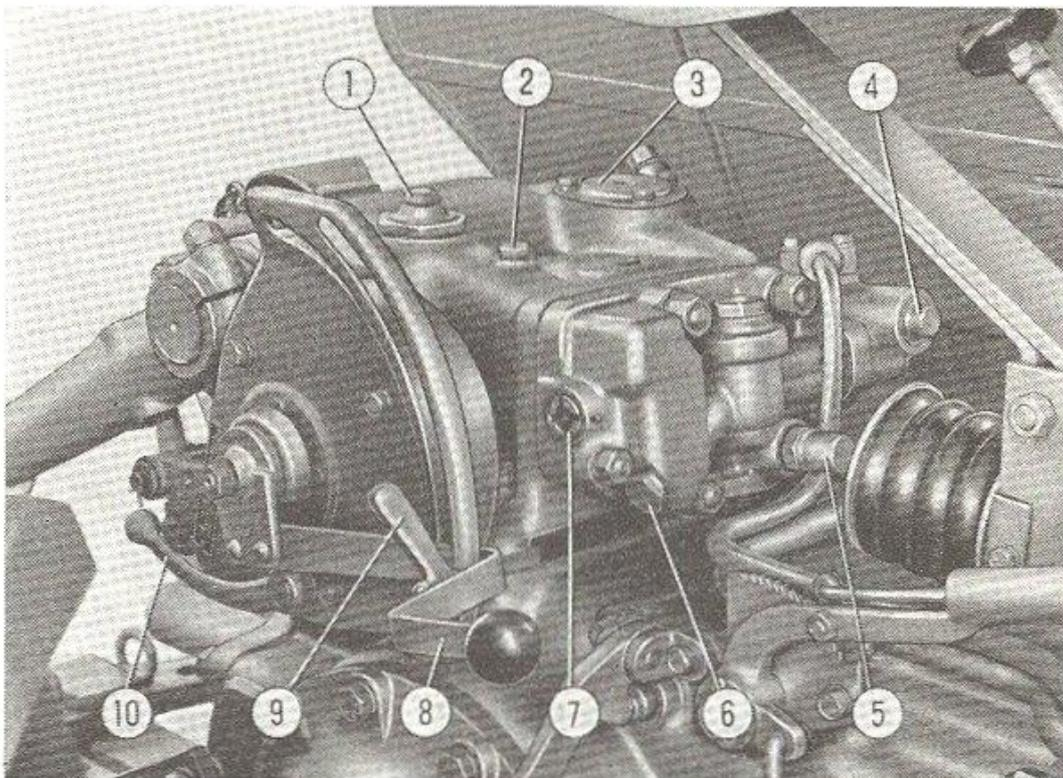

Fig. 33. - Dispositif de relevage.
- **A position contrôlée :** pour relever l'outil, déplacer le levier (8, fig. 33) vers le haut, et vers le bas pour l'abaisser. Si l'on déplace ce levier à fond de course, dans n'importe quel sens, le relevage et l'abaissement de l'outil arrive également à fond de course, tandis que par un déplacement partiel on obtient un relevage ou un abaissement dans la même proportion. En fait, à chaque position du levier de commande correspond une hauteur donnée de l'outil.
- **A effort contrôlé :** par ce système le levier de commande (8, fig. 33) règle l'effort que le tracteur exerce sur l'outil. A chaque position du levier correspond un certain effort qui augmente au fur et à mesure qu'on abaisse le levier. La dernière partie de la course **vers le haut** provoque au contraire le relevage total de l'outil.
Les deux systèmes ne fonctionnent pas en même temps. Pour utiliser le système « **à position contrôlée** » il faut amener en bas la manette prévue (10, fig. 33); pour utiliser le système « **à effort contrôlé** » amener la manette en haut; déplacer cette manette seulement après avoir relevé les barres porte-outils à fond de course. Dans les deux cas on peut limiter l'abaissement de l'outil en bloquant dans la position voulue la manette prévue à cet effet (9, fig. 33); toutefois, si pendant le travail on a besoin d'abaisser davantage l'outil pendant quelques instants, il suffit de forcer le levier vers le côté gauche, de manière qu'il puisse dépasser la manette de butée.